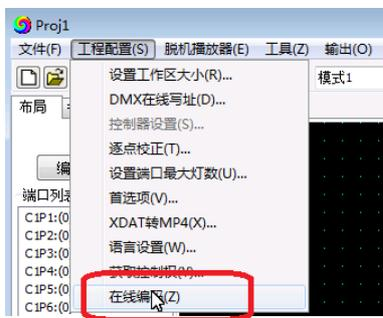

图 1
1.2. 打开软件 LedPlayer-k，点击《工程配置》如图 1
2.1. 按“SET”键，同时控制器开机，进入参数设置及其他功能界面，如图 1。